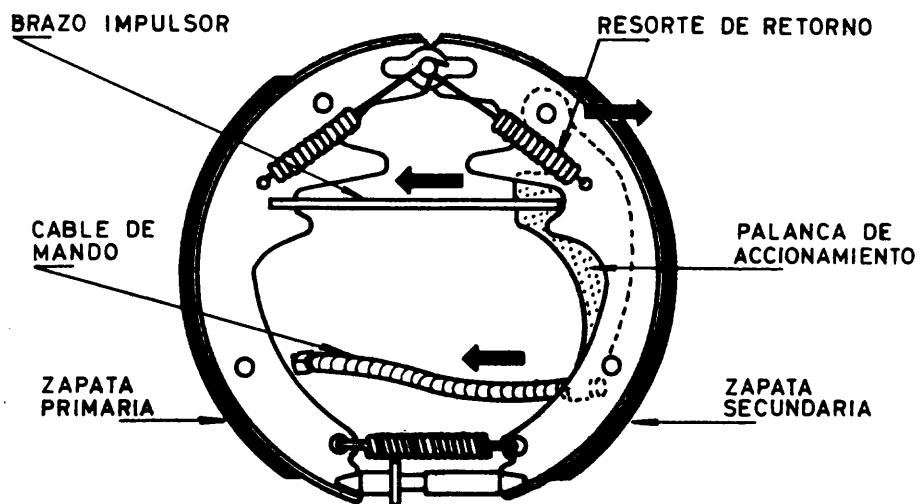

Fig. 2
Al estacionar el vehiculo, o al aplicar el freno ante una emergencia, el conductor acciona la palanca de mando. El desplazamiento de ella, mueve el cable intermedio y la palanca compensadora, ejerciendo tensi6n sobre los cables de mando. El cable de mando hace que act6e la palanca de accionamiento (fig. 2), 6sta mueve el brazo impulsor permitiendo aplicar la zapata primaria al tambor; la reacci6n de esta zapata desplaza al pivote de aplicaci6n (P), de la palanca de accionamiento en la zapata secundaria, logrando que 6sta tambi6n se aplique al tambor, fren6ndolo progresivamente.